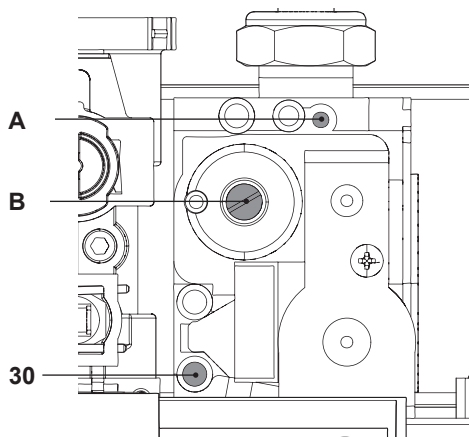

Рисунок 7.9
- Чтобы откалибровать **CO₂** котла (давление газа на горелке), необходимо полностью отвинтить латунную защитную пробку **В** и повернуть расположенный под ней винт с внутренним шестигранником $\varnothing 4$ мм, см. Рисунок 7.9. При повороте по часовой стрелке значение **CO₂** увеличивается.
- Если два параметра не совпадают, следует воздействовать на винт максимальной регулировки RQ (А см.Рисунок 7.9) газового клапана и настроить CO_2 на то же значение, приведенное в таблицах раздела "Технические данные" стр. 24. Поворачивая по часовой стрелке, CO_2 уменьшается.